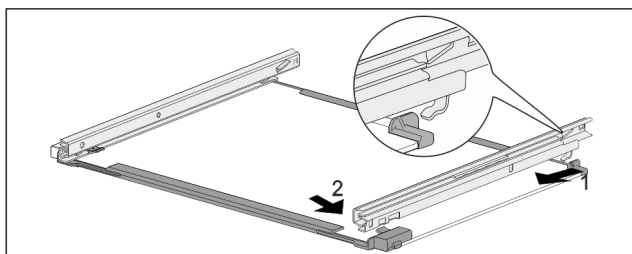

Fig. 264 Skleněná deska s kolejničkami
- Zahákněte kolejničku vzadu. Fig. 264 (1)
- Zaklapněte kolejničku vpředu. Fig. 264 (2)